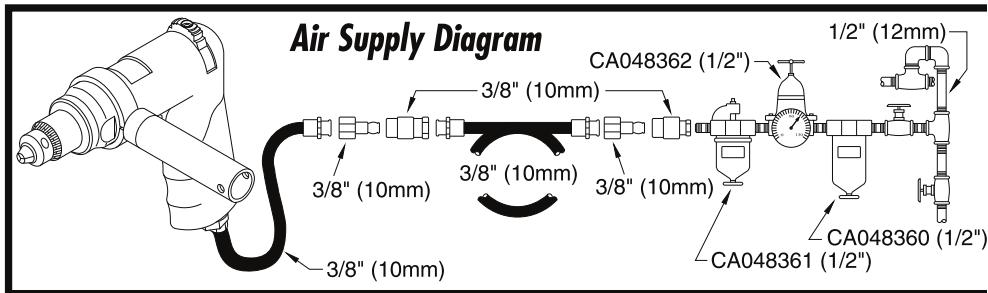

Fig. 01
- Connect device as shown in Fig. 01.
- To operate tool in reverse rotation, push the lever (B) in reverse direction as sign showing.
- To start the machine, pull the trigger (A). Machine speed is increase by increasing pressure on the trigger. Release the trigger to stop.
- Das Gerät wir in Abb. 01 gezeigt anschließen.
- Damit das Gerät in entgegengesetzter Drehrichtung betrieben werden kann, drücken Sie den Hebel (B) gemäß der Kennzeichnung in die entgegengesetzte Richtung.
- Um die Maschine zu starten, muss der Auslöser (A) gezogen werden. Der Druck auf den Abzug bestimmt die Geschwindigkeit des Motors. Um die Maschine zu stoppen, den Auslöser wieder freigeben.